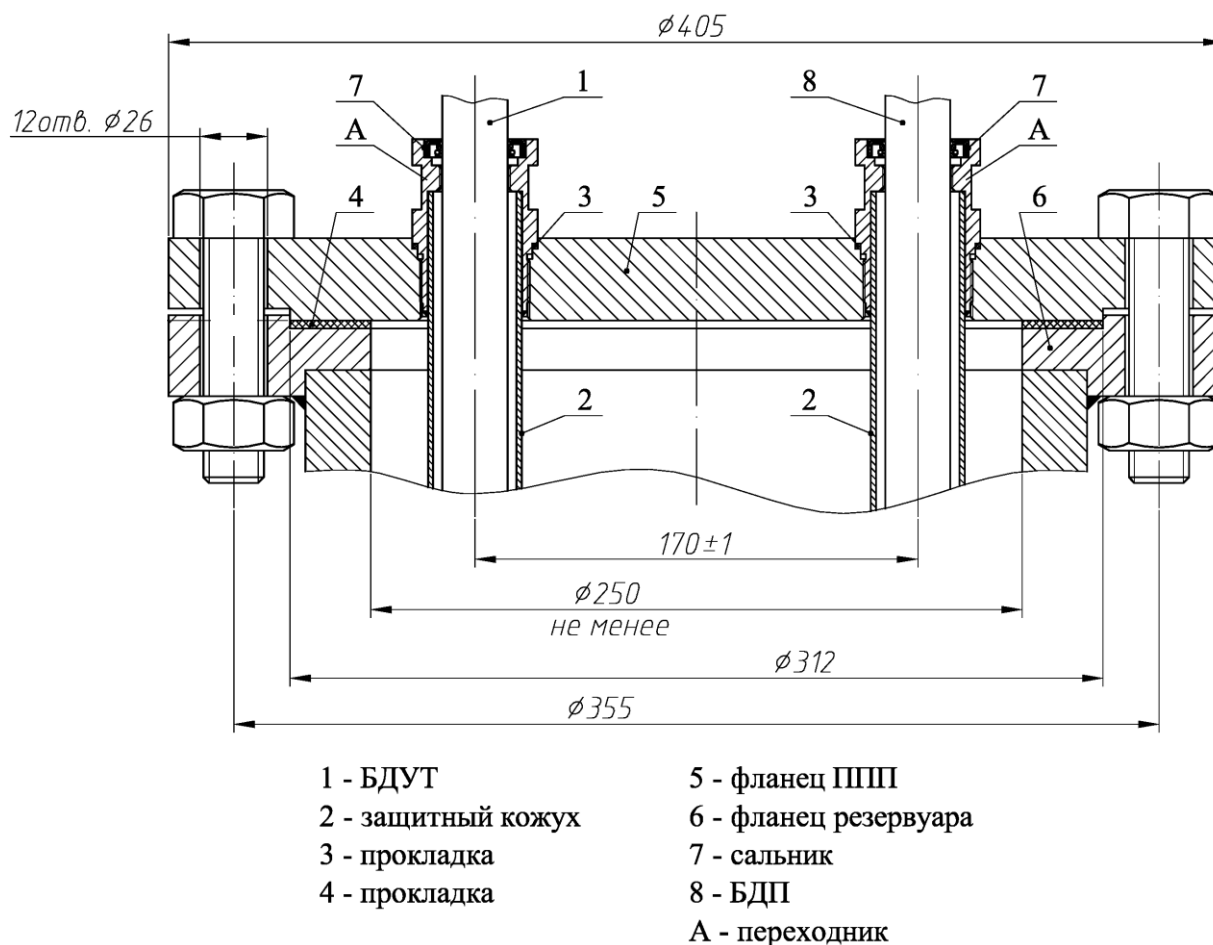

Рисунок 1.1 – Пример установки ППП на резервуаре
2.1.5 Установить во фланец 5 (рисунок 1.1) прокладки 3, вернуть защитные кожуха 2 БДУТ и БДП и затянуть их, используя лыски переходника А.